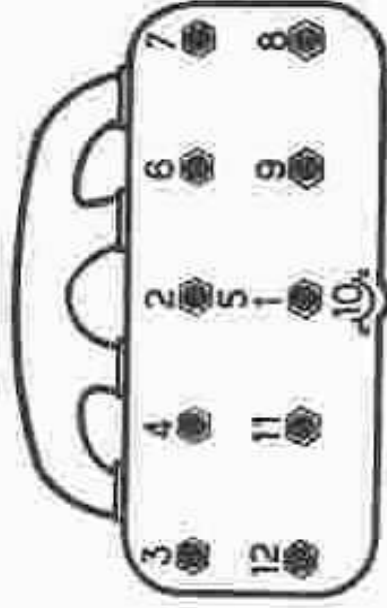

Fig. 7. — Ordre de serrage des vis de fixation de culasse.
- Doucement progressivement les dix vis de fixation de la culasse, en suivant l'ordre inverse de celui prescrit pour leur serrage, c'est-à-dire : 30-8-7-6-5-4-3-2-1 (fig. 7).